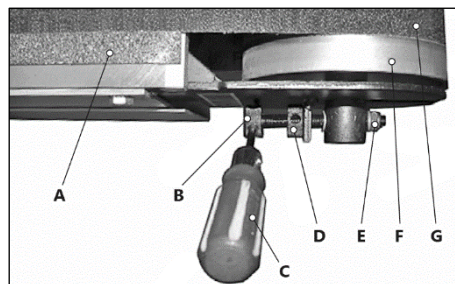

Рисунок 8.
Расположите малый рабочий стол так, чтобы он не мешал движению шлифовальной ленты. Ослабьте болт (B) (рис. 8), установите малый рабочий стол (A) с равным зазором между шлифовальной лентой и торцом стола.
Лента должна находиться по центру относительно ведомого (натяжного) 9 и ведущего 16 роликов (рис. 2) и не выходить за края накладки (A) (рис. 8). Если лента смещена, отрегулируйте ее положение.
Если при движении шлифовальная лента (G) сползает к краю натяжного ролика (F), ключом (C) (рис. 8) ослабьте положение контргайки (D). Вращением в соответствующую сторону винта (B), добейтесь правильного положения ленты.